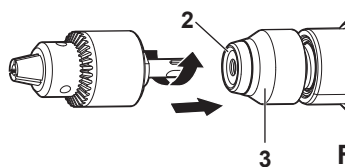

Fig. 7-1
1. Insérez l'adaptateur du mandrin à clé dans le mandrin de l'appareil [2] en le tournant jusqu'à ce qu'il s'enclenche. Le mandrin à clé doit se verrouiller tout seul. Tirez dessus afin de vous assurer qu'il est bien verrouillé (Voir Fig. 7-1).